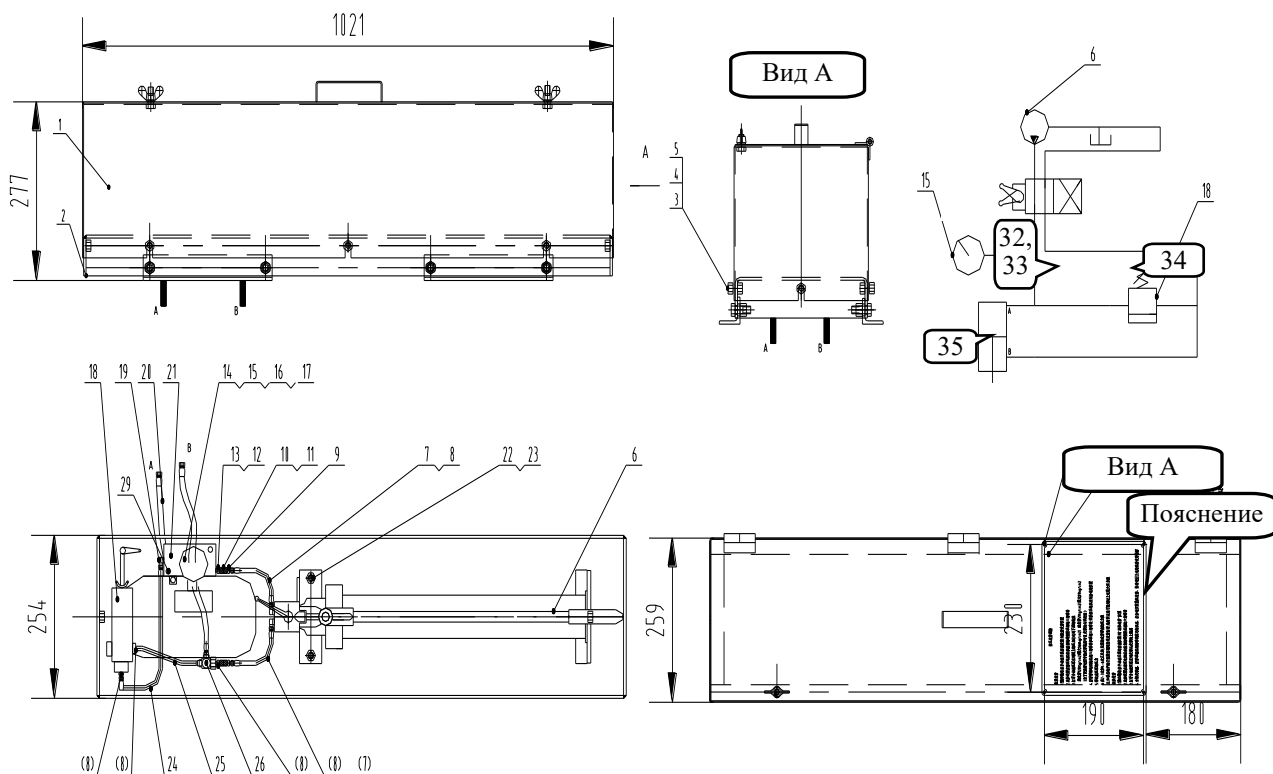

Рисунок 7-5. Ручной гидравлический насос
3. Работать ручным гидравлическим насосом (см. рисунок 7-5) до тех пор, пока манометр на вентиле не покажет следующие цифры:
На рисунке 7-4 приведены следующие обозначения: 1 - ручной гидравлический насос; 2 - гидроцилиндр; 3 – верхняя проушина; 4 – нижняя проушина; 5 - верхний палец; 6 – нижний палец; 7 – разводной штифт; 8 – нижняя опора; 9 – соединитель; 10 - сборка резинного рукава высокого давления 7.3.8. Выравнивание ремней Натяжение ремней: 1. Перевести четырехходовой переключатель (на переднем торце ручного гидравлического насоса) в положение «Натяжение ремней»; 2. Ослабить гайку, находящуюся на верхней части регулировочного болта в переднем правом углу опоры двигателя; 3. Работать ручным гидравлическим насосом (см. рисунок 7-5) до тех пор, пока манометр на вентиле не покажет следующие цифры: - новый ремень: 155 кг/см² (максимально 166 кг/см²); - после 24 часов работы 110 кг/см² (максимально 120 кг/см²) (при равномерной нагрузке на ремень во время его натяжения, шкив должен проворачиваться). Также следует обратить внимание на следующее: